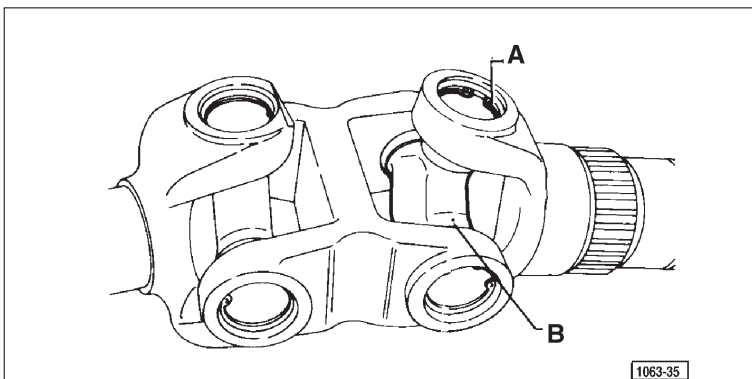

Fig. 13 - Joint homocinétique.
A l'aide du levier A, comme le montre la figure 13, déplacer la fourche complètement vers le haut et lire sur le comparateur le jeu présent.
- Déposer les deux circlips **A** d'un axe des croisillons **B** (voir Fig. 13) en appliquant, si nécessaire, un coup avec le marteau et le mandrin de métal non ferreux.